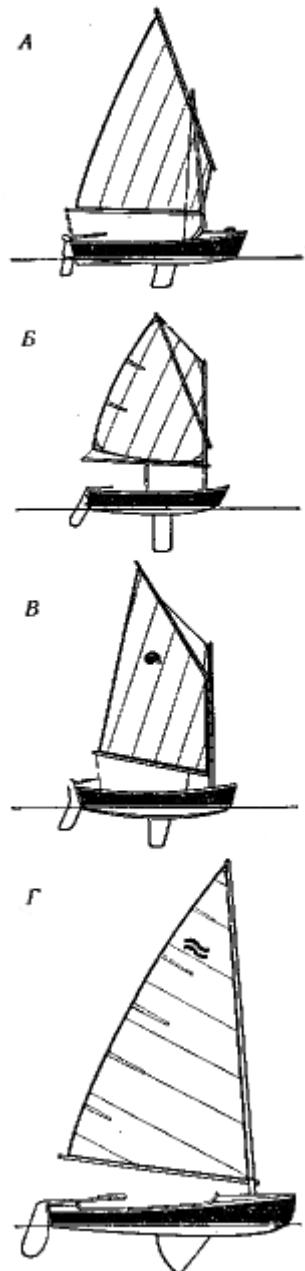

Рис. 12. Кэты:
**Четырехугольный гафельный парус (рис. 12, в и 13, а)** имеет **гафель**-наклонное рангоутное дерево, одним концом упирающееся в мачту. К гафелю крепится верхняя шкаторина (кромка) паруса. Передняя шкаторина паруса крепится к мачте, а нижняя - к **гику**, горизонтальному рангоутному дереву, которое при помощи вертлюга (шарнира) соединено с мачтой. Разновидностью гафельного паруса является парус **гуари** с очень длинным гафелем (часто длиннее гика и даже мачты), стоящим почти вертикально.
На маленьких яхтах, преимущественно на открытых парусных тузиках- динги, иногда ставят **рейковые** или **шпринтовые** паруса. У них гафель заменяется **рейком**, к которому привязывается верхняя шкаторина паруса, а его передний конец свободно выходит вперед за мачту (**рис. 12, а**), или **шпринтом** - шестом, который растягивает парус, упираясь нижним концом в мачту, а верхним - в угол паруса по диагонали, как на детском швертботе «Оптимист» (**рис. 12, б**).
**Бермудский парус (рис. 12, г)** не имеет гафеля, что облегчает его постановку. Передняя шкаторина его крепится к мачте, а нижняя, как и у гафельного паруса. - к гику.
В СССР и в большинстве европейских стран кэт (**рис. 12**)-господствующее вооружение гоночных швертботов-одиночек, управляет которым один человек (например, швертботы классов «ОК», «Оптимист» и «Финн»).
Швертботы-одиночки класса “Финн” (см. рис. 12, г) очень распространены (конструктор швед Р. Сарби — 1950 г.).